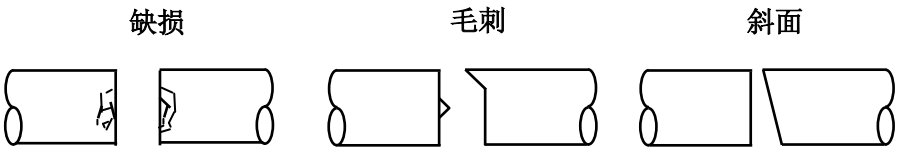

图 7-5 有缺陷的光纤端面
- 判断端面是否可用，若端面有缺损、毛刺、太脏或端面角太大则不能接续，如图 7-5 所示，需重新制备光纤端面。若光纤图像模糊或明显偏离显示屏中心位置，则重装光纤并清洁裸光纤和 V 型槽；